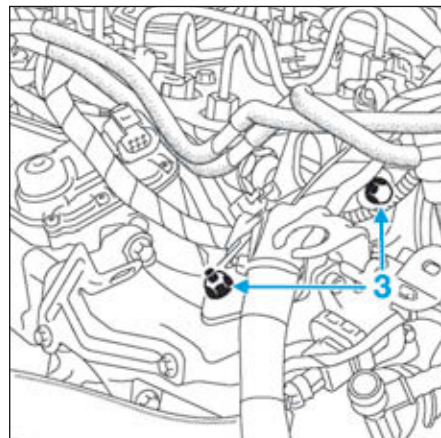

FIG.145
- Déposer les deux vis (3) (Fig.145) de la goulotte du faisceau électrique puis l'écarter.